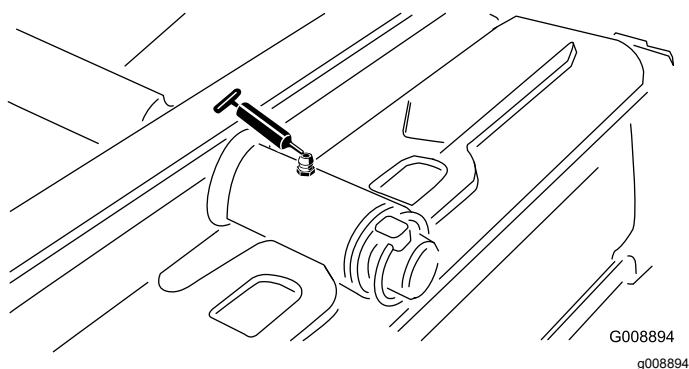

Bild 33
- Drehbüchsen am hinteren Mähwerk (Bild 33)